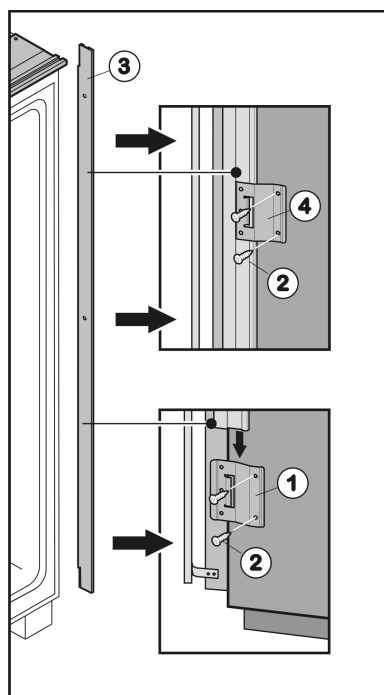
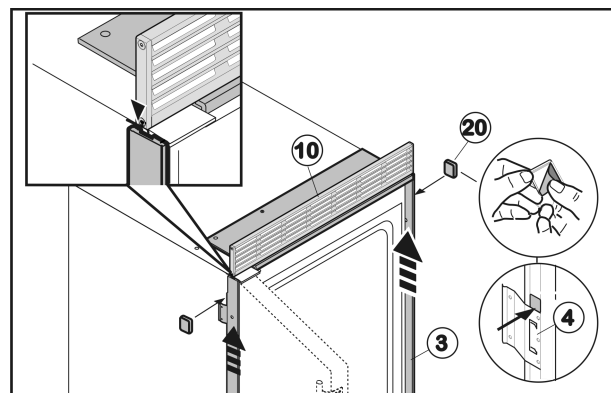
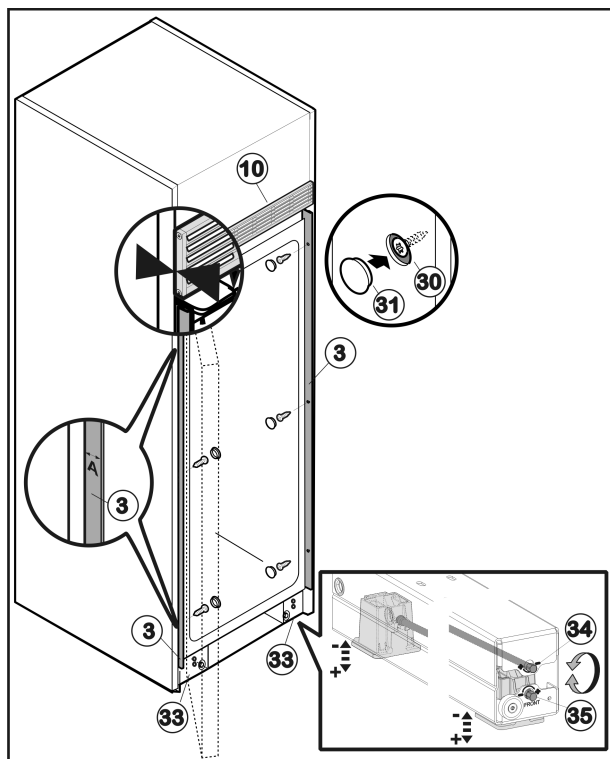

Fig. 30
Fig. 33
Fig. 34
- Monte la chapa de fijación Fig. 30 (1) en la parte inferior del lado del tirador con los dos tornillos Fig. 30 (2) en los agujeros previamente perforados.
- Introduzca la regleta de montaje Fig. 30 (3) desde arriba en la chapa de fijación Fig. 30 (1).
- Deslice la segunda chapa de fijación Fig. 30 (4) desde arriba por la regleta de montaje Fig. 30 (3) y atorníllela centrada en la pared lateral.
- Deslice la tercera chapa de fijación Fig. 30 (4) desde arriba por la regleta de montaje Fig. 30 (3) y atorníllela en la parte superior de la pared lateral.
- Retire la cinta adhesiva de la regleta de montaje Fig. 33 (3) lateral.
- Desplace la regleta de montaje Fig. 33 (3) hacia arriba hasta que alcance la rejilla de aire Fig. 33 (10).
- Pegue las placas adhesivas Fig. 33 (20) sobre la chapa de fijación Fig. 30 (1) y las chapas de fijación Fig. 33 (4), respectivamente, en la regleta de montaje Fig. 33 (3) para que ésta no resbale hacia abajo.
- Introduzca el aparato en el habitáculo hasta que el canto trasero de la rejilla de aire Fig. 34 (10) esté enrasado con el canto delantero de la pared lateral del mueble.
- Alinee el aparato en el habitáculo con un nivel de burbuja sobre los zócalos de ruedas Fig. 34 (33): utilice la posibilidad de ajuste superior (1/4") Fig. 34 (34) para la pata de ajuste trasera y la posibilidad de ajuste inferior (1/4") Fig. 34 (35) para la pata de ajuste delantera, respectivamente. Levante girando en el sentido de las agujas del reloj y baje girando en sentido contrario. Altura máxima de ajuste: 5/8 pulg (16 mm).
- Compruebe la distancia **A** entre el canto delantero de la regleta de montaje Fig. 34 (3) y el canto delantero de la pared lateral del mueble en la parte superior e inferior del habitáculo. La distancia debe ser de 1/2 " (13 mm). Dado el caso, vuelva a alinear el aparato en el habitáculo.
- Fije el aparato en el habitáculo con los tres tornillos Fig. 34 (30) en el lado del tirador y de la bisagra, respectivamente. No arañe la regleta de montaje Fig. 33 (3) lateral.
- Coloque los tapones Fig. 34 (31) sobre los tornillos.